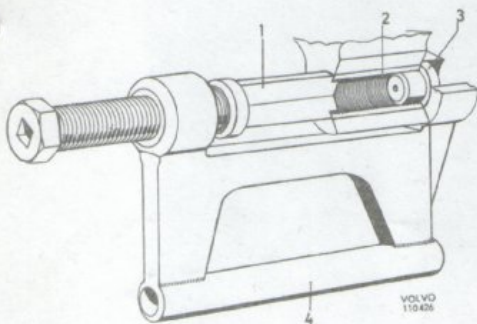

Bild 1
Sätt styrdornen (3) i bussningen (2) enligt bild 1 och haka fast pressbygel (4). Sätt i pressdornen (1) och drag åt spindeln. Spindeln är försedd med ett fyrkant-hål för direkt anslutning av mutterdragare eller spärrhandtag. Pressa ut bussningen.